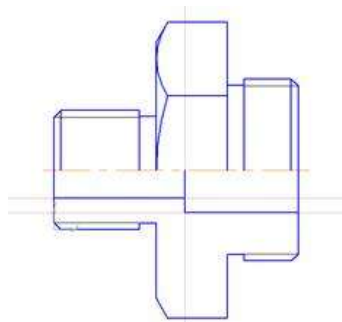

Рисунок 8- Построение образующих цилиндрических отверстий
13. С помощью горизонтальных и вертикальных вспомогательных прямых наметим место расположения отрезков разреза штуцера, смотри ПРИЛОЖЕНИЕ 1. Проведем нижние образующие цилиндрических отверстий $\varnothing 20$ и $\varnothing 30$ и вертикальную прямую на расстоянии 40 мм от правого торца детали, смотри рисунок 8.